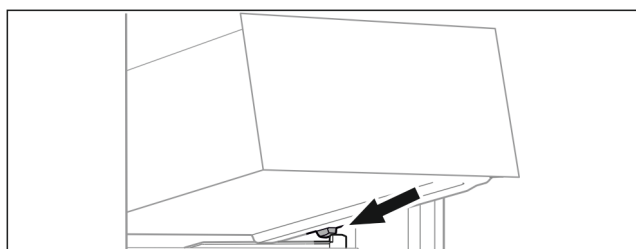

Fig. 16
- Applicare il cassetto inclinandolo dietro i fermi sulla nervatura del contenitore. (vedere Fig. 16)